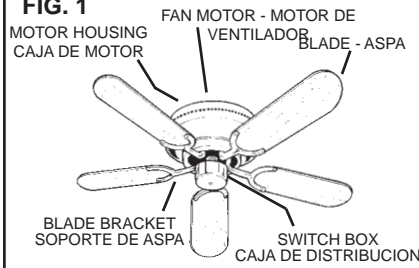

FIG. 2
- Choose a location for mounting the fan where the blades will be at least 7 feet from the floor. (FIG. 2)
- Escoja un lugar para instalar el ventilador donde las aspas queden a lo menos a 213 cm del piso. (FIG. 2)